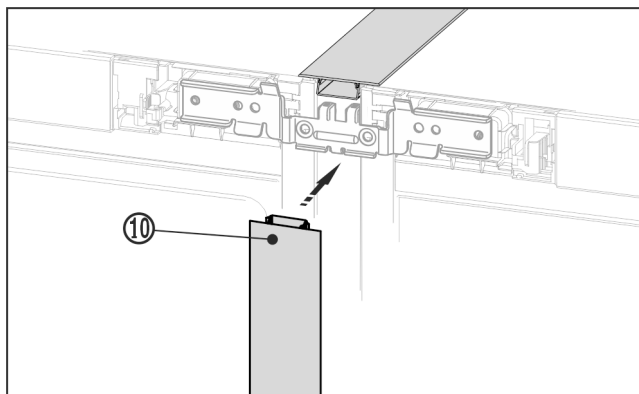

Fig. 22 *
- Në pjesën e përparme, ngjishni shiritin mbulues Fig. 22 (10) të gjatë në hapësirën vertikale. Këtu bëni kujdes që shiriti të qëndrojë në llamarinën e bashkimit.*